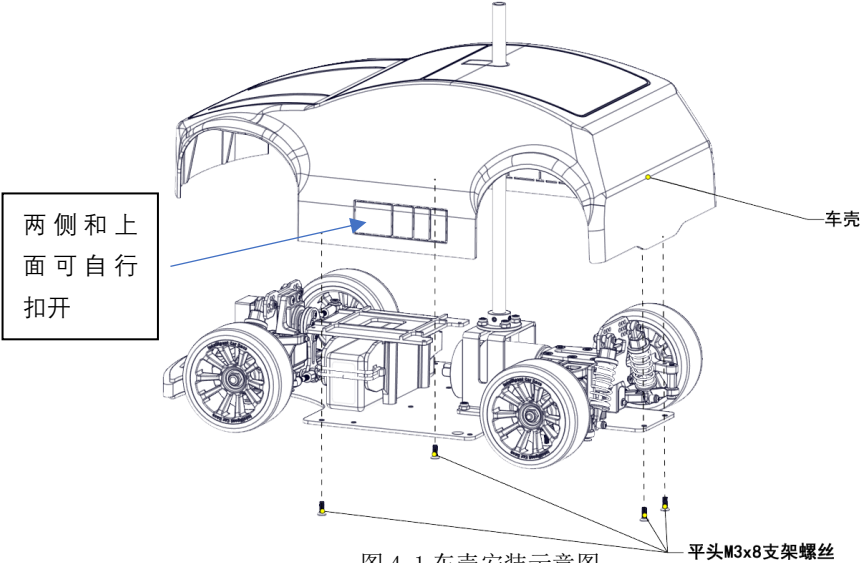

图 4-1 车壳安装示意图
4. 车壳安装，用平头 M3x8 支架螺丝将底盘和车壳连接，如图 4-1 所示.